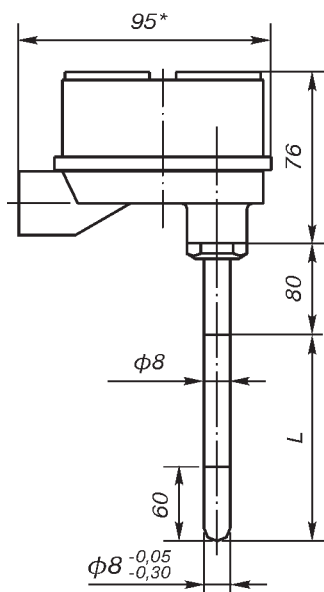

Рис.1.
0...1000°C - для ТХА Метран-251 (рис.1, 2, 8).
ост.см.рис.1
ост. см. рис.1.